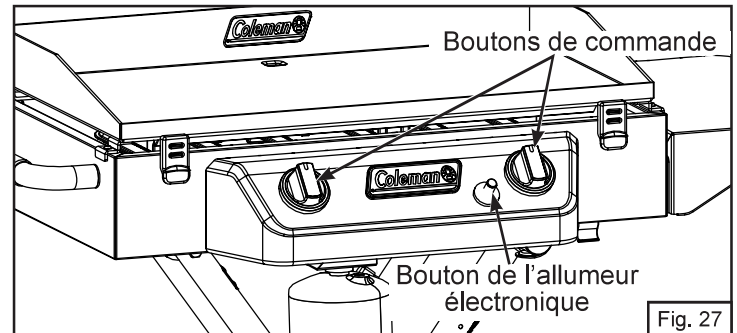

Fig. 27
1. Appuyez et tournez le bouton de commande à 90 degrés dans le sens anti-horaire pour ouvrir, puis appuyez à répétition sur le bouton d'allumage jusqu'à ce que le brûleur s'allume. (Fig. 27)